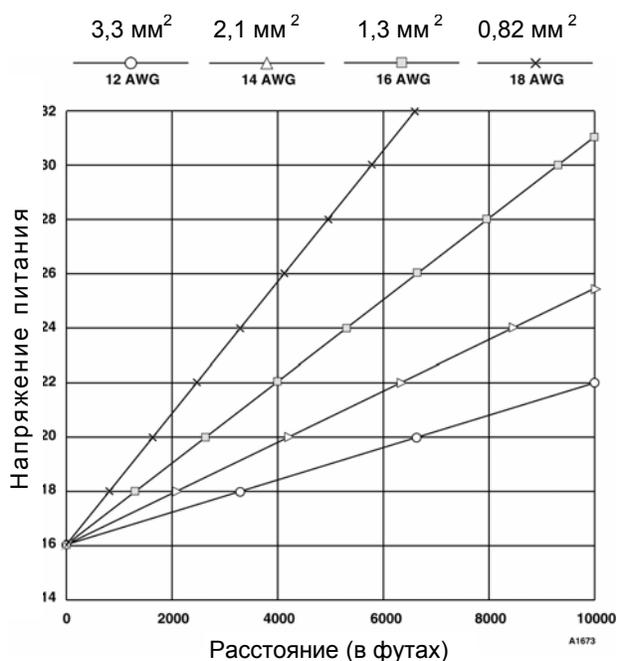

Рис. 2. Требования к сечению проводов питания для контроллеров с релейными выходами при работе токсичными газами и кислородом.
- Для определения сечения проводов питания и максимального расстояния до источника питания обращаться к рис. 2 и 3.
| Рисунок 2 — | Требования к сечению проводов питания для контроллеров с реле при работе с токсичными газами и кислородом.                 |